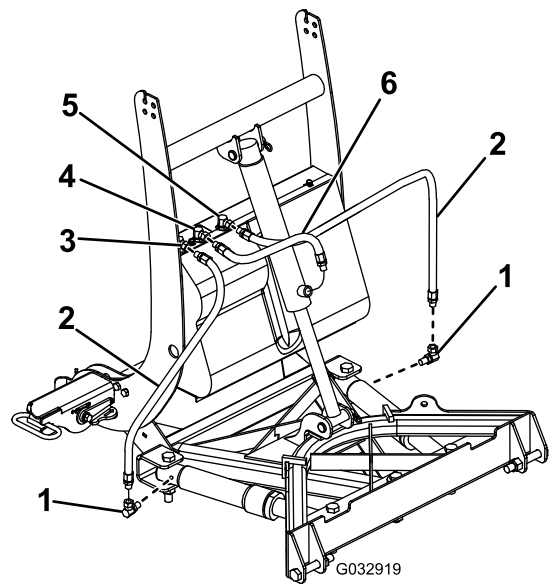

Figura 8
- Instale el extremo de 1/4" de la manguera de 45 cm (18") en el acoplamiento central del distribuidor hidráulico (Figura 8). Apriete el acoplamiento con los dedos, luego gírelo 2 o 3 vueltas más.
- Instale el extremo de la manguera de 45 cm (18") con la junta tórica de 3/8" en el acoplamiento inferior del cilindro de elevación (Figura 8). Apriete el acoplamiento con los dedos, luego gírelo 2 o 3 vueltas más.
- Usando sellador de roscas, instale un acoplamiento de 90° en el cilindro de ángulo derecho ubicado en el conjunto del bastidor de empuje (Figura 8).
- Instale el extremo de 1/4" de la manguera de 86 cm (34") en el acoplamiento derecho del distribuidor hidráulico (Figura 8). Apriete el acoplamiento con los dedos, luego gírelo 2 o 3 vueltas más.
- Instale el extremo de 3/8" de la manguera de 86 cm (34") en el acoplamiento de 90° que instaló anteriormente (Figura 8). Apriete el acoplamiento con los dedos, luego gírelo 2 o 3 vueltas más.